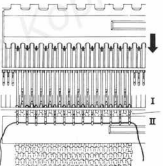

Fig. 102
1. Bem: Rot ist im Fadenführer eingefädelt. Musterschiene mit 1-1 Teilung hinter die 1. N setzen und jede 2. N in Einlegstellung vorschieben (evtl. Zungen öffnen). Weiss über die offenen N legen, Fig. 102, 1 G str.